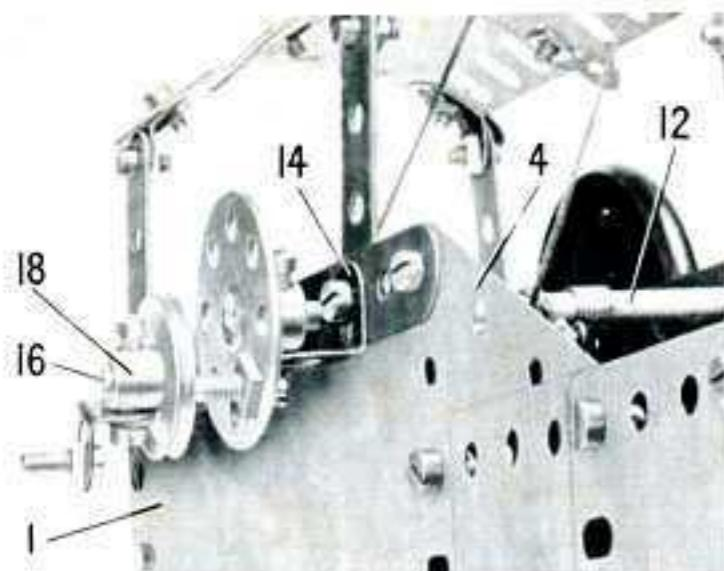

Fig. 4.19a.
La corde de levage est attachée sur une tringle (16), passe autour de la tringle (13) et d'une tringle de 25 mm. (17) et elle porte un petit crochet lesté. On peut commander la tringle (16) grâce à une équerre fixée sur une poulie de 25 mm. (18) (fig. 4.19a). Deux rondelles métalliques sont glissées sur le corps d'un boulon qui passe ensuite dans l'équerre, et est bloqué dans le moyeu de la poulie. Un boulon de 9,5 mm. est tenu par un écrou sur l'équerre.